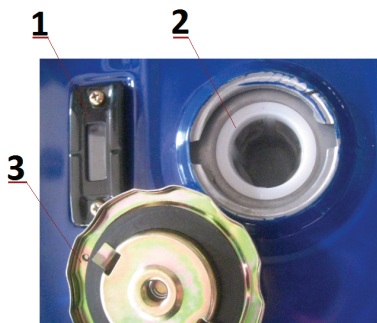

Рис. 4. Топливный бак
7.2.3. Заправить бак топливом, при этом топливо заливать через фильтр (2), встроенный в горловину бака (рис. 4). Использовать чистый бензин с октановым числом не ниже 92. При заправке необходимо оставить некоторое пространство в баке для расширения топлива. Хранить бензин перед использованием не более 30 дней.